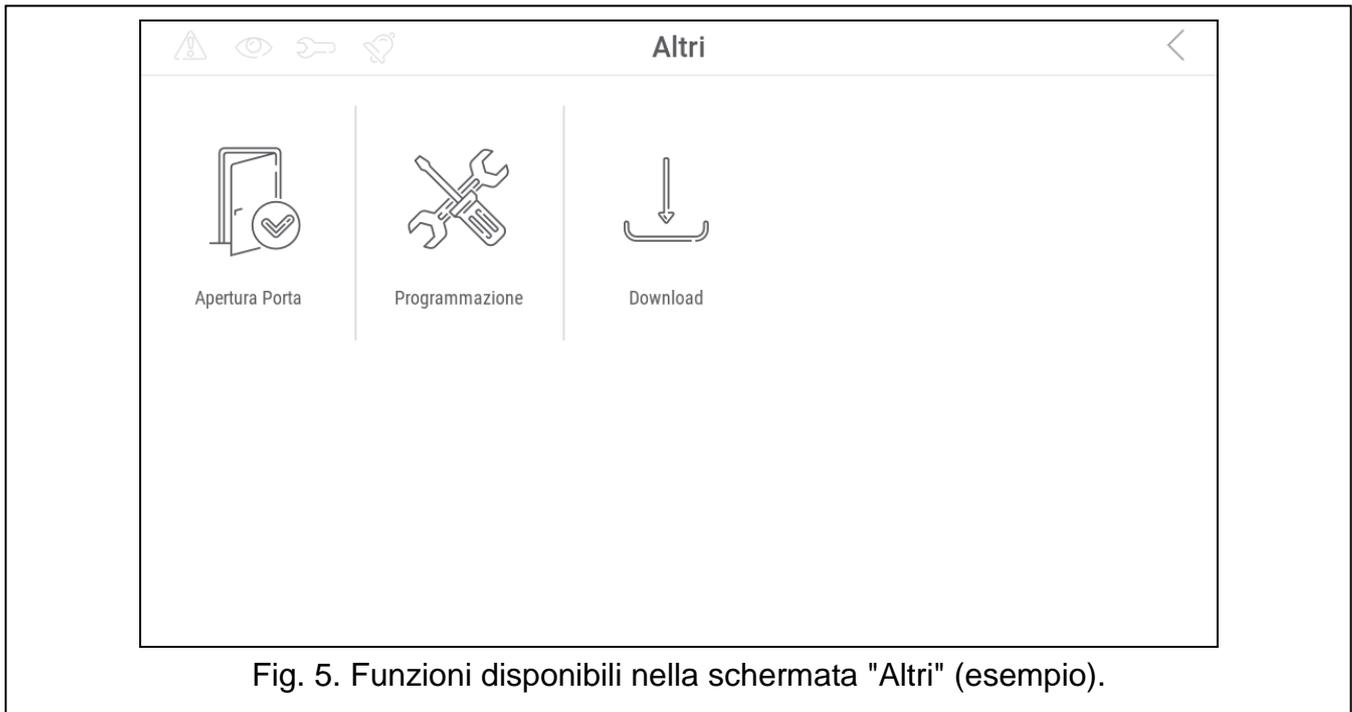

Fig. 5. Funzioni disponibili nella schermata "Altri" (esempio).
4. Toccare il pulsante "Altri". Viene visualizzato un elenco di funzioni aggiuntive (Fig. 5).